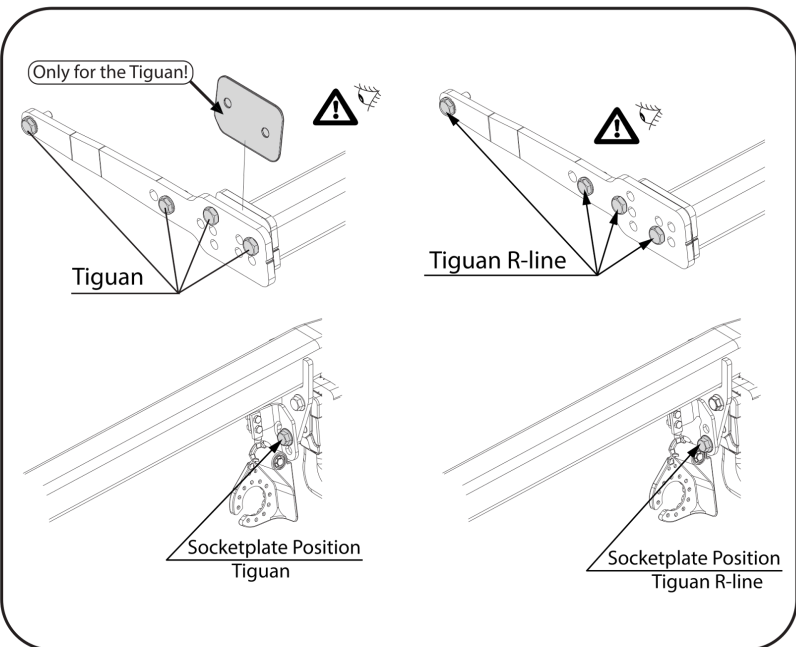

Fig. 1
2. Установите фасонные детали A в балках шасси, закрепите их вручную в точках B. См. рисунок 1 & 2.